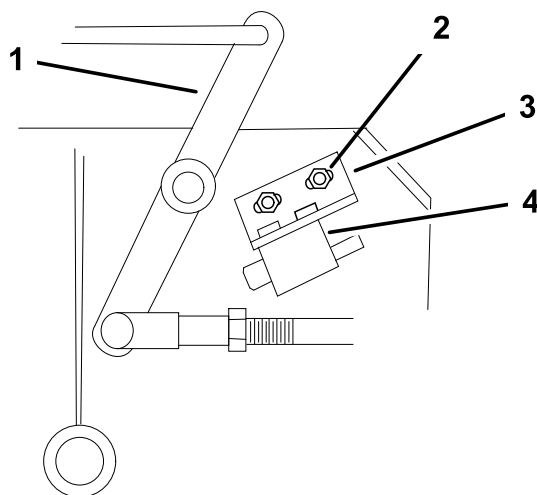

Figura 44
- Si es necesario, ajuste el interruptor de seguridad de la cuchilla aflojando los pernos que sujetan el soporte del interruptor (Figura 44).
Nota: Asegúrese de que la palanca acodada **no** toca el cuerpo del interruptor, porque esto podría dañar el interruptor (Figura 44).